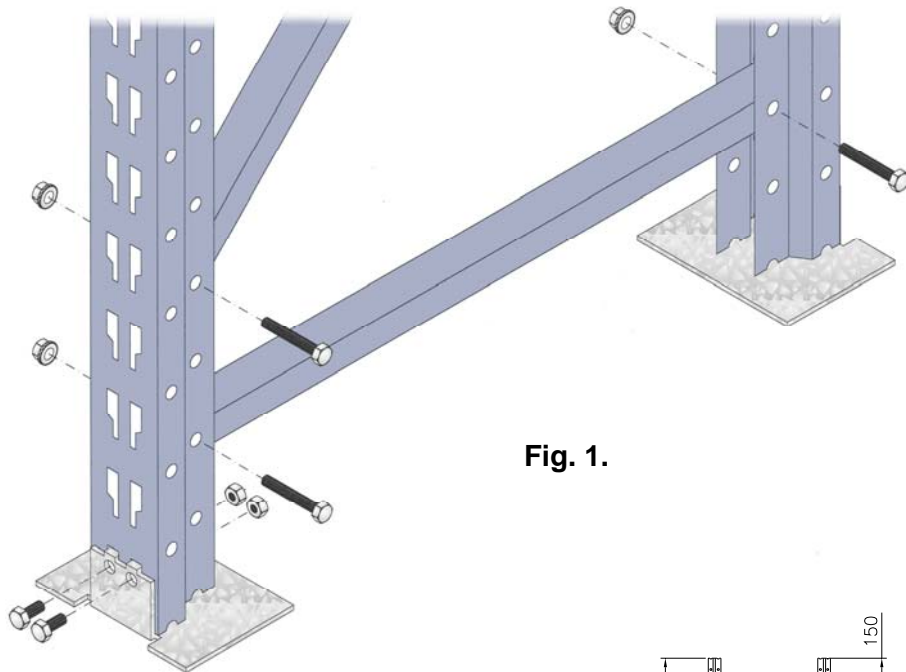
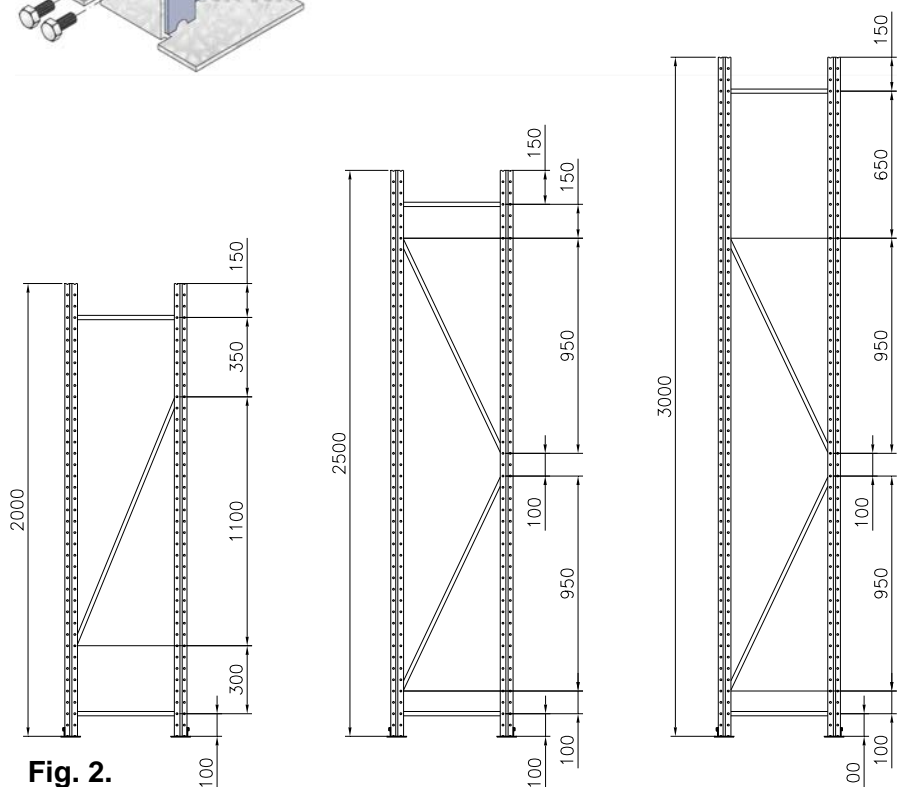

Fig. 1.
Fig. 2.
❷ For ergonomisk riktig arbeidsstilling bør stigebena legges på bukker el. l.
❸ Start med å montere fotplatene som vist på fig. 1.
❹ Legg stigebena inntil en vegg slik at de ligger parallelt med avstand lik stigebredde og profilåpningen mot hverandre.
❺ Monter nederste horisontalstag, til høyre og venstre stigeben. Forsett monteringen av stagene med avstand som vist på fig. 2.
❻ Til slutt monteres øverste horisontalstag.